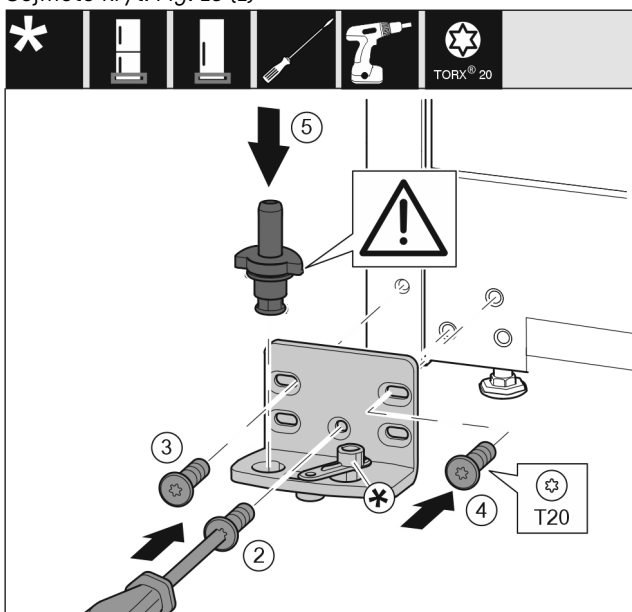

Fig. 17
- ▶ Nasadte stojan ložiska na druhé straně a přišroubujte pomocí šroubováku T20. Začněte šroubem 2 dole uprostřed. Fig. 17 (2)
- ▶ Pevně utáhněte šroub 3 a 4. Fig. 17 (3,4)
- ▶ Zcela vložte ložiskový čep. Přitom dávejte pozor, aby zajišťovací vačka směřovala dozadu. *Fig. 17 (5)*